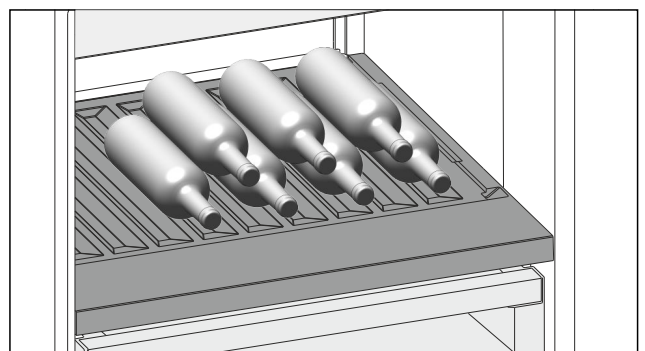

Fig. 122
- Placer les bouteilles avec le fond orienté vers la paroi arrière de l'appareil. (voir Fig. 122)